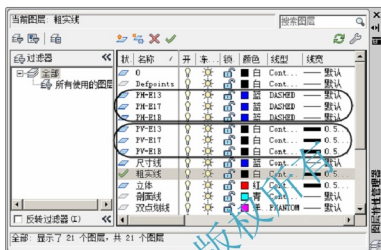

图 13-11 修改投影图层属性
① 打开【图层特性管理器】: 使用【图层】LAYER 命令或单击图层工具条图标, 如图 13-11 所示:
② 设置不可见轮廓线层: 选中“PH”开头的三个图层, 该图层上放置了不可见轮廓线, 设置其颜色为蓝色、线型为 DASHED, 其余皆为默认, 如图 13-11 所示:
③ 设置可见轮廓线层：选中“PV”开头的三个图层，该图层上放置了可见轮廓线，设置其线宽为 0.5，其余皆为默认，如图 13-11 所示。